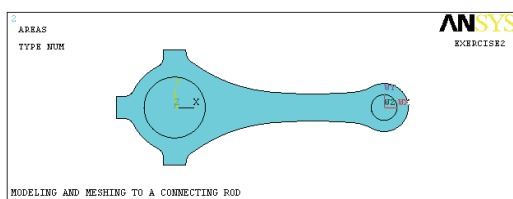

图 2-44 面生成结果显示
35) 选择 Utility Menu | Plot | Areas 命令, ANSYS 显示窗口将显示生成的面结果, 如图 2-44 所示。